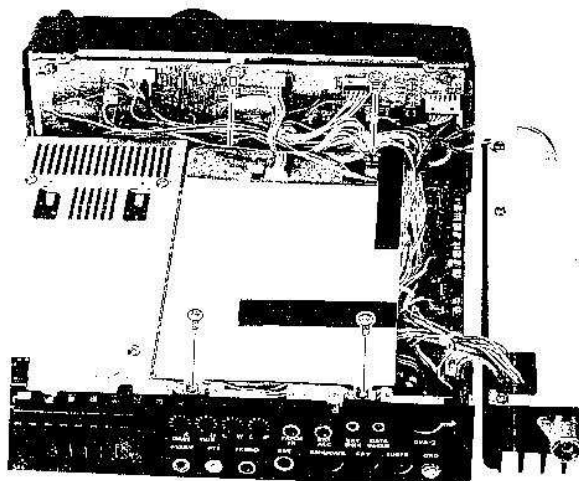

Figura 5: La cubierta protectora de la Unidad Local
- ☐ Saque los cuatro tornillos que afirman la cubierta protectora sobre la Unidad Local (figura 5), y quite la protección.
- ☐ Fíjese una vez más de no haber comprimido ningún cable, y coloque la tapa protectora de la Unidad Local con sus cuatro tornillos (Figura 5).